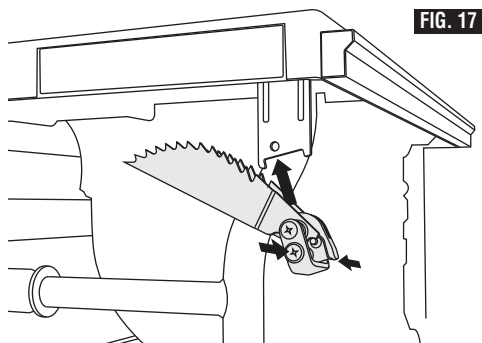

FIG. 17
2. Attachez le dispositif de protection contre les chocs en retour au support suspendu de la même manière qu'il s'attache au couteau diviseur (Fig. 17). Pour faciliter l'installation, étendez la rallonge de la table (Fig. 42).